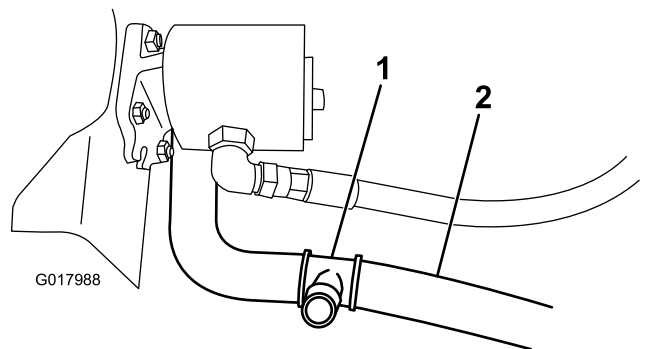

Figura 17
2. Corte la manguera inferior del radiador alrededor de 89 mm desde la línea central de la manguera en la curva de 90° (Figura 17).
3. Conecte el acoplamiento en T a los extremos recién cortados de la manguera inferior del radiador con las 2 abrazaderas anchas (Figura 17).